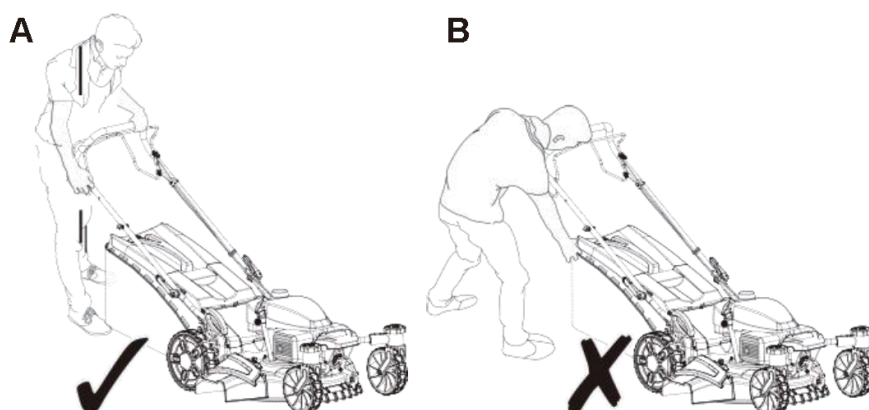

Рис. 23
**ВНИМАНИЕ!** Исходное положение должно быть таким, как указано в руководстве по эксплуатации. На рис. 23 (А) показано правильное исходное положение. Оператор должен запускать двигатель, держась за верхнюю рукоятку (2). Не запускайте двигатель, находясь сбоку, как показано на рис. 23 (В).